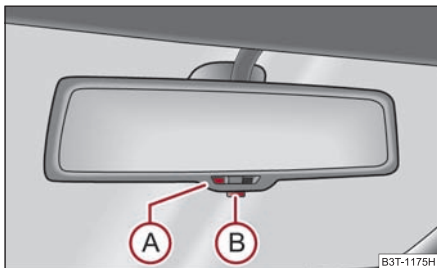

Fig. 75 Oglinzile interioare cu reglare automată antiorbire
- Apăsăți tasta **B** - lampa de control **A** se aprinde ⇒ fig. 75.